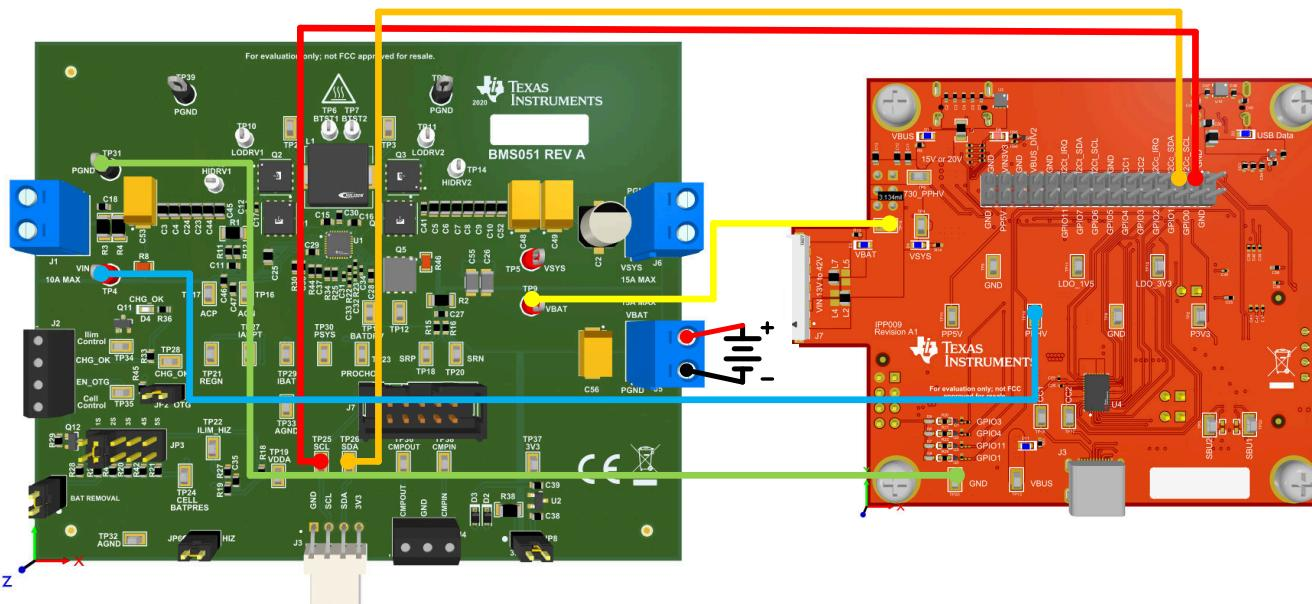
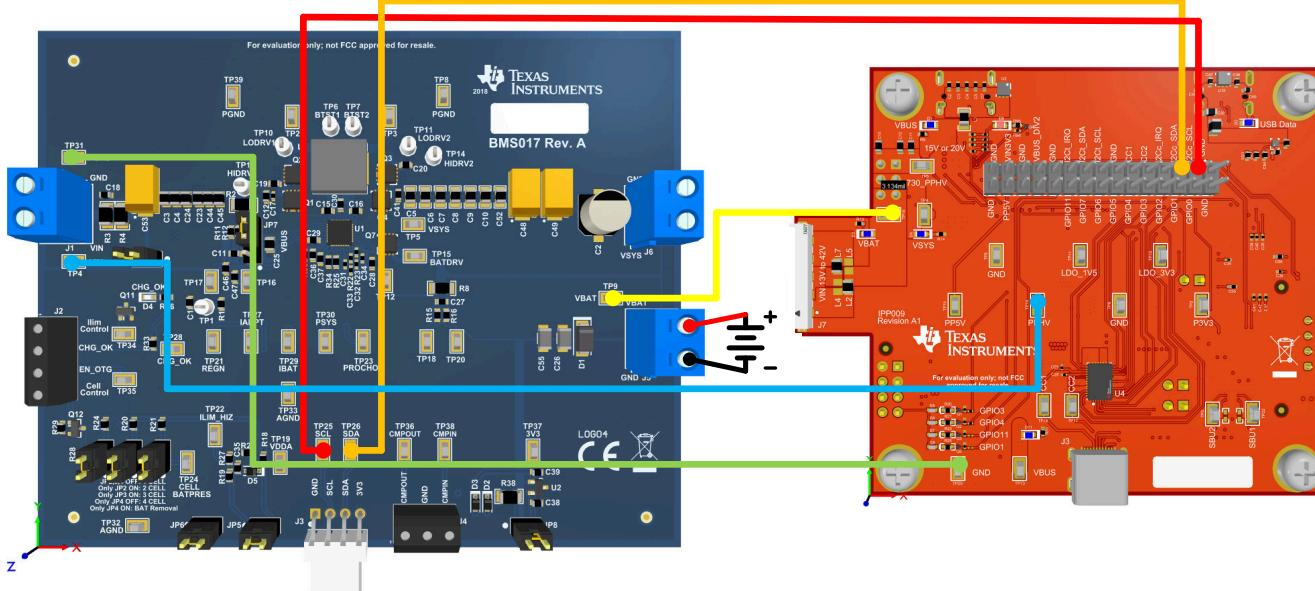

図 4-8. TPS25751EVM および BQ25731EVM のハードウェア セットアップ
図 4-9. TPS25751EVM および BQ25713EVM のハードウェア セットアップ
2. 図 4-8 に、テストフック クリップまたはジャンパ ワイヤを使用して 2 つの EVM を接続する方法を示します。詳しくは、図 4-9 を参照してください。
2. テスト用フック クリップまたはジャンパワイヤを使用して、下図のように 2 つの EVM を接続します。詳しくは、図 4-9 を参照してください。